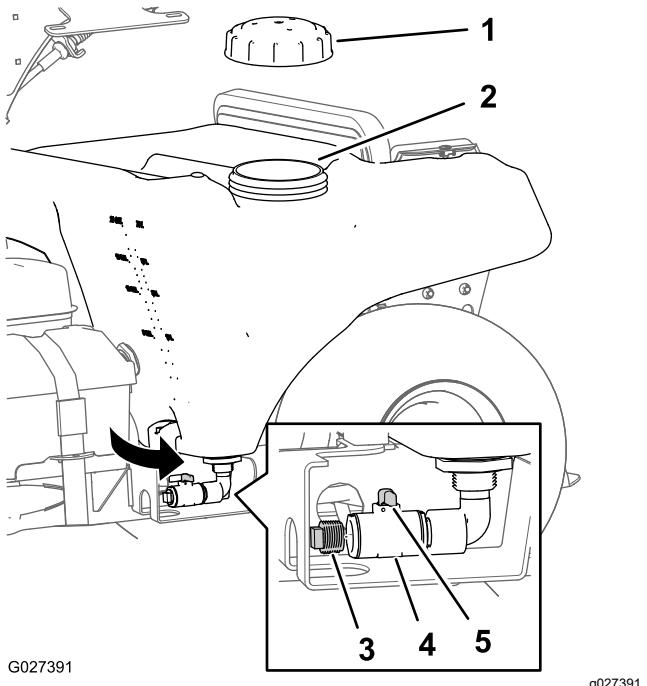

Figure 41
- Vérifiez que les leviers de pulvérisation étroite et large sont en position DÉSACTIVÉE et que la manette du robinet de vidange de la cuve est tournée de 90° dans le sens antihoraire à la position FERMÉE (Figure 41).
- Ouvrez le bouchon de la cuve du pulvérisateur (Figure 41).